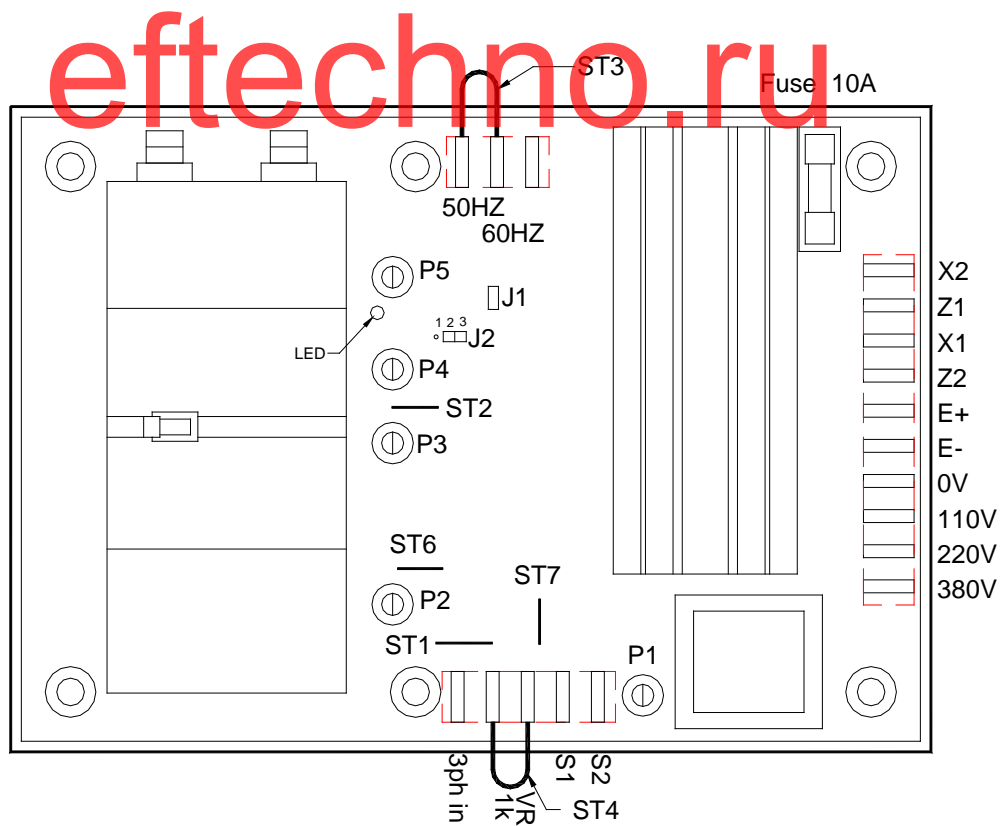

Рис. 3. Схема перемычек
1. Если мощность возбуждения соответствует 3-х фазному входному напряжению, соедините X2, X1, Z2. См. рис. 3.